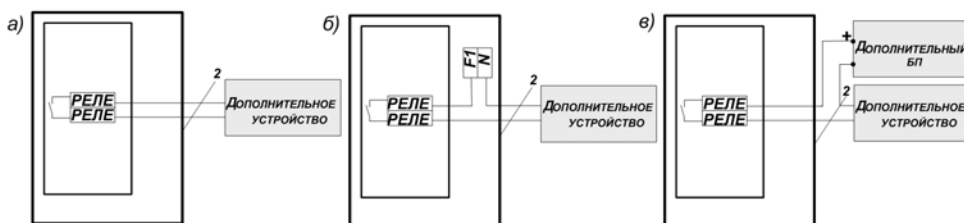

Рис.1
Питание пульта осуществляется от однофазной сети (см. Приложение Б, Рис.1).
4.1 На внутренней стороне передней крышки и задней стенке металлического бокса находится рисунок, изображающий элементы коммутации и управления, которые определяют режим работы изделия. Вид рисунка изнутри приведен в Приложении Б к данному руководству (смотри Рис.1 для пульта «Сигнал-6»).
- разметить и просверлить на монтируемой поверхности 3 крепежных отверстия диаметром 8 мм в соответствии с Приложения В, Рис.1;
Электрический монтаж рекомендуется выполнять согласно Рис.1 Приложения Б в приведенной ниже последовательности:
2.2.5 Подключить дополнительное устройство (пульт централизованного наблюдения (ПЦН), сигнальное табло, светозвуковой оповещатель и т.п.) соответственно к клеммам «РЕЛЕ». Варианты подключения дополнительных устройств к релейному выходу пульта «Сигнал-6» приведены на Рис. 1